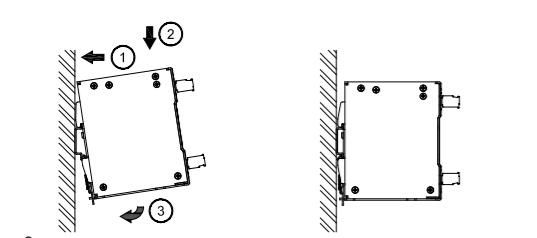

Figure 2
3. Montage (Abb. 2)
Einrasten des Geräts in DIN-Schiene, wie in Abb. 2 dargestellt:
3. Montage (Fig. 2)
Encluez le sur le rail DIN comme indiqué à la Fig. 2: